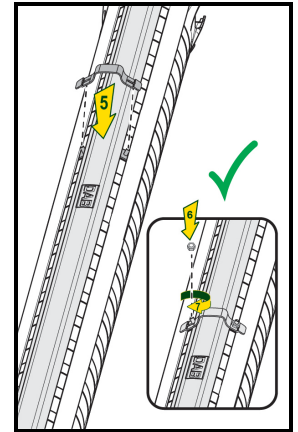

Рис.3
4. Закрепите зажимной хомут (Рис.3).
5. Завинтите самоконтрящие гайки (Рис. 3).